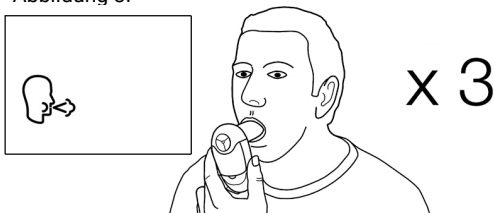

Abbildung 3: Halten des Gerätes während des Tests
1. Das Gerät einschalten. ①
5. Den Patienten instruieren, den Kopf hochzuhalten und den Vitalograph COPD-6 USB vor dem Mund zu halten; siehe Abbildung 3.